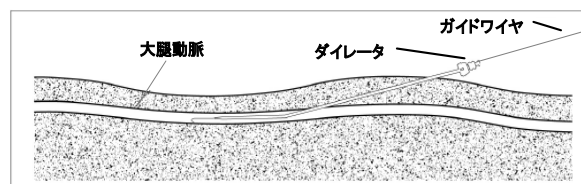
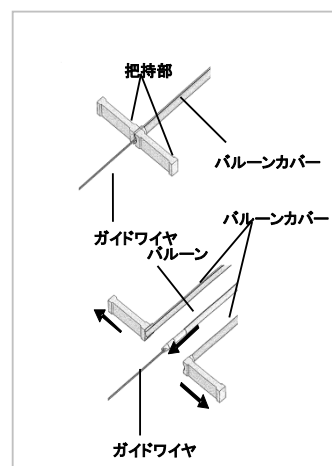

図 2. ダイレーション
図 3. バルーンカバー
(7) 出血を手指で抑えながら、バルーン用ガイドワイヤ 0.64mm(0.025inch) × 1500mm を穿刺針のカニューラに挿入する。	(7) 出血を手指で抑えながら、シース用ガイドワイヤ 0.88mm(0.035inch) × 800mm を穿刺針のカニューラに挿入する。
(8) ガイドワイヤが胸部大動脈内まで入ったところで、カニューラを抜去する。	(8) ガイドワイヤが血管内に十分な長さまで入ったところで、カニューラを抜去する。
(9) ガイドワイヤ末端より拡張用ダイレクタを挿入し、体表から血管までの組織をダイレーションする。(図 2 参照)	(9) ガイドワイヤ手元側末端部よりシース用ダイレクタをセットしたシースを挿入し、体表に 2cm 程度残るまで血管内に進める。
(10) ガイドワイヤを残したまま、拡張用ダイレクタを抜去する。手指で皮膚を圧迫し、出血を抑える。	(10) シースのみを残し、ガイドワイヤとシース用ダイレクタを抜去する。
(11) クランプ等を用いて切開部の皮膚を拡張する。	(11) バルーン用ガイドワイヤ 0.64mm (0.025inch) × 1500mm をシースに通す。
(12) IAB カテーテルのセントラルーメン先端にガイドワイヤを挿入し、体内に挿入する。(図 3 参照)	(12) ガイドワイヤを胸部大動脈内まで進める。IAB カテーテルのセントラルルーメン先端にガイドワイヤを挿入する。
(13) IAB カテーテル体内挿入直前に、バルーンカバーの先端把持部を持ってゆっくりと裂く。(図 3 参照)	(13) IAB カテーテル体内挿入直前に、バルーンカバーの先端把持部を持ってゆっくりと裂き IAB カテーテルをシースに挿入する。(図 3 参照)
(14) IAB カテーテルの挿入部に近いところをやさしくつかみながら、ガイドワイヤに沿って IAB カテーテルを進める。IAB カテーテルのキ	(14) バルーン部がシースを通過したら、分岐部のルアーロックからガイドワイヤが出てくるまで、ガイドワイヤに沿って、IAB カテーテ